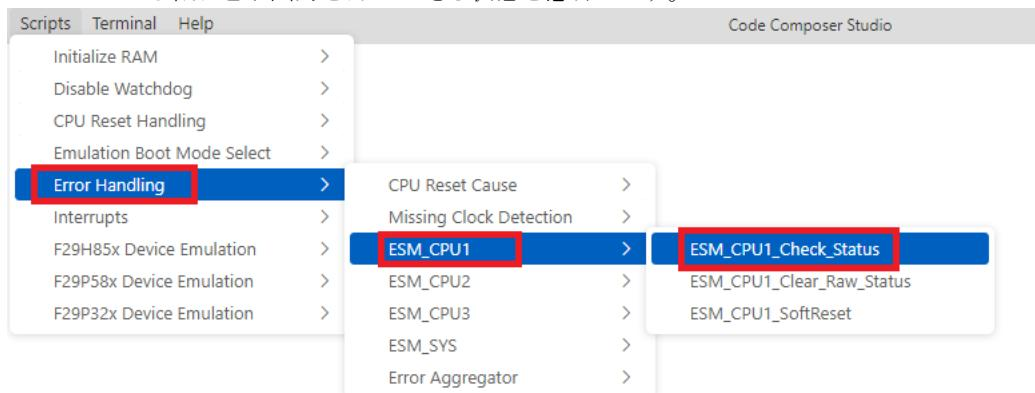

図 5-6. ESM エラー ステータス GEL 関数
1. 図 5-6 に示すように、次のスクリプト `ESM_CPU_Check_Status()` GEL ファイル ホット メニュー関数を CCS から実行して、エラー イベントのステータスを確認します。この機能出力は、2 つのカテゴリに分類されたエラー イベントを示します：